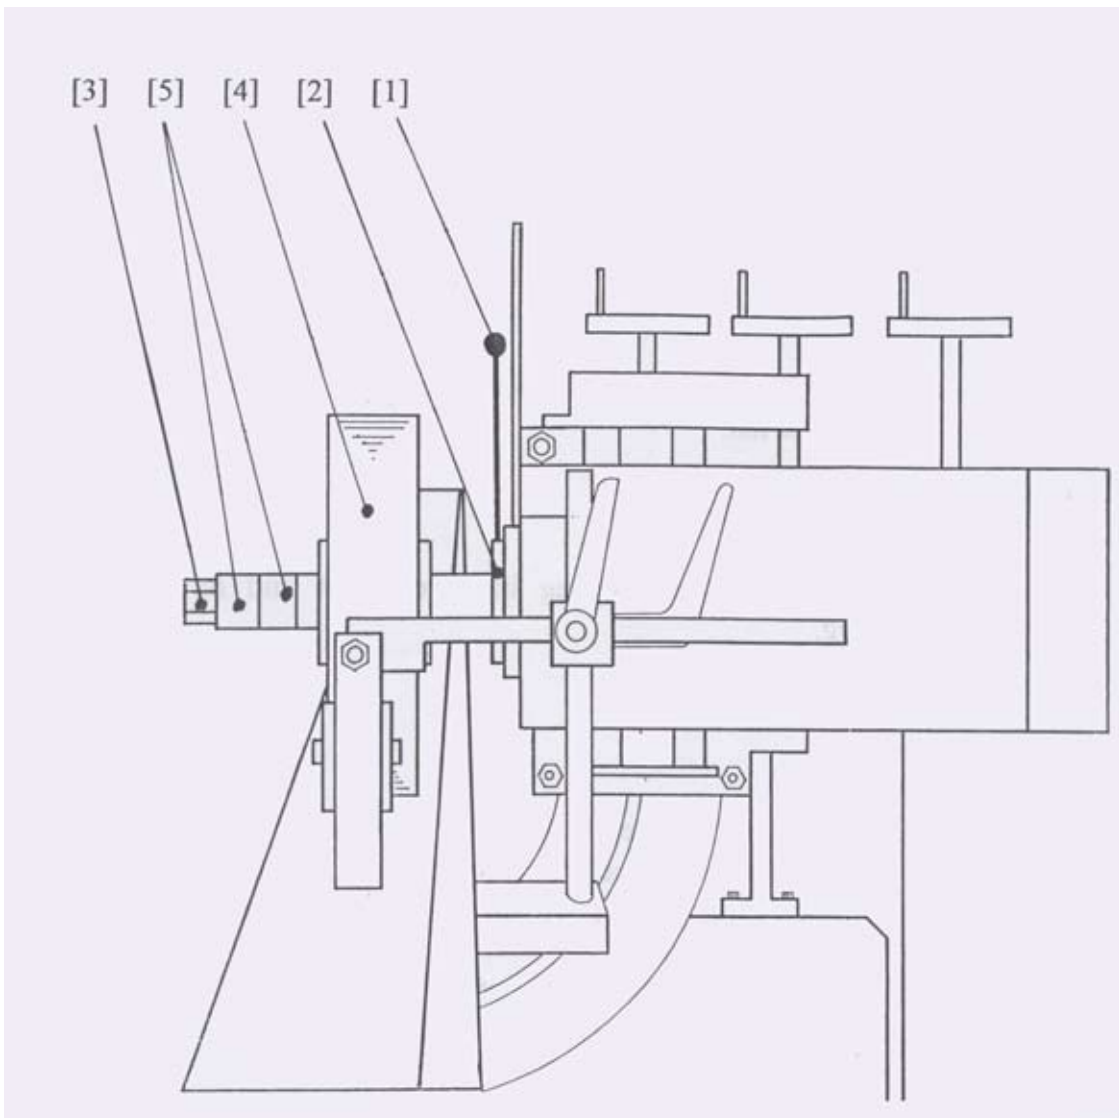

Рис. 3.1.
5.1. Закрепление и снятие круга (см. рис.3.1.)